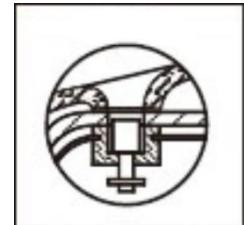

Abbildung 16
Während dieser Zeit wird weiter gekocht, weshalb es für einige Fleischstücke, Suppen, Reis und einige Desserts empfohlen wird. Wenn der Druck vollständig abgelassen ist, fällt das Sicherheitsventil (4) ab (Abbildung 16) und der Deckel wird zum Öffnen entriegelt. Der Deckel öffnet sich erst, wenn der gesamte Druck abgelassen wurde. Öffnen Sie den Deckel nicht mit Gewalt. Wenn Ihnen der Deckel zu fest ist, lassen Sie den Druck vollständig ab, bevor Sie versuchen, den Deckel zu öffnen.